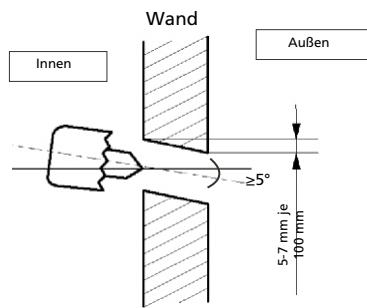

Abbildung 9
- Bestimmen Sie die Position der Bohrlöcher gemäß dem Diagramm in Abb. 8. Bohren Sie ein (1) Loch $\geq 65\text{ mm}$, das nach außen hin leicht nach unten geneigt ist. Hierdurch wird das Eindringen von Wasser verhindert (Abb. 9).